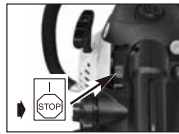

Bild. 9G
2. Drücken Sie den STOP-Schalter nach, unten, um den Motor zu stoppen. (Bild. 9G)